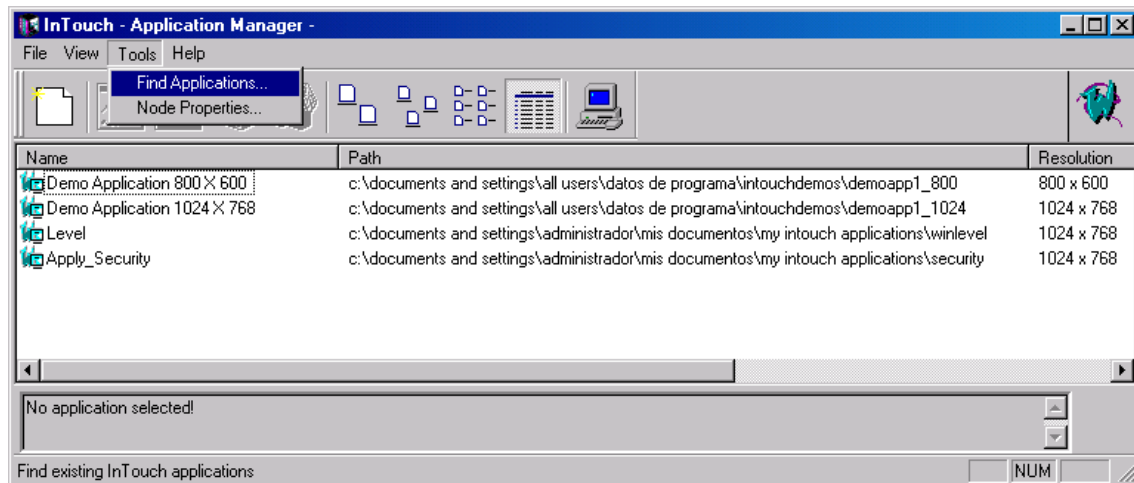

Figura 17. Ventana Application Manager/Find Applications
1. En la ventana **InTouch Application Manager** se debe hacer clic en el menú **Tools**, de donde se despliega una lista que incluye la opción **Find Applications** como se ilustra en la Figura 17.